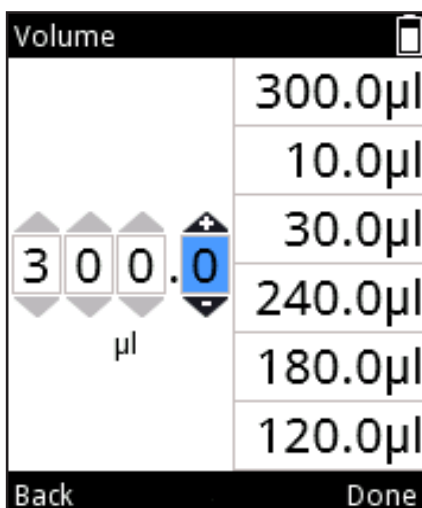
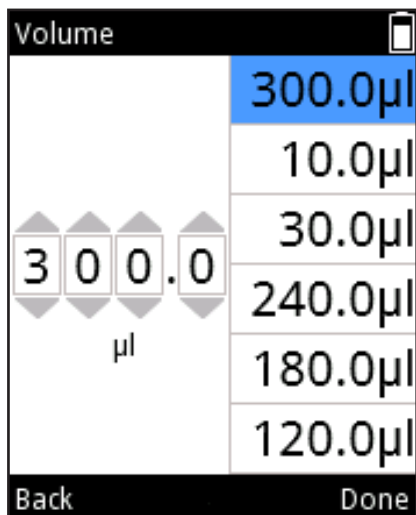

図 D6
図 D7
3. を押して、Volume editor(容量エディター)をオンにします(図 D6)。
3.  を押して、Volume editor(容量エディター)をオンにします(図 D6)。
4. 最近使用された容量値がハイライトされたら(図D6)、 を使って容量リストに移動します。リスト上部の容量は、自動的にハイライトされます(図 D7)。、 を使って、容量リストをナビゲートします。